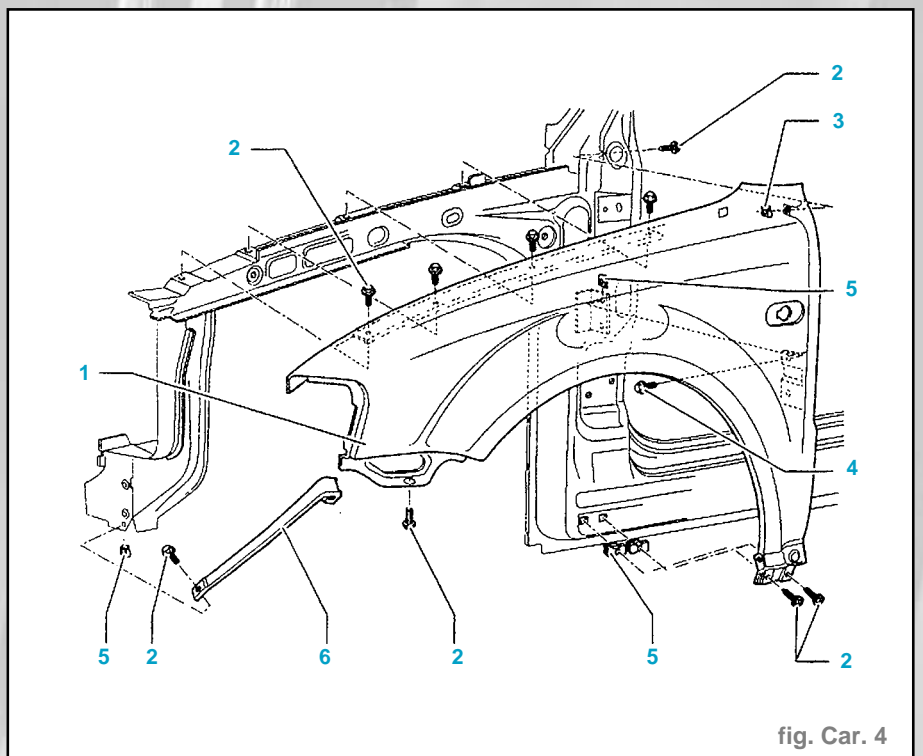

fig. Car. 4
- Déposer les fixations (2), (3), (4), (5) et (6) (fig. Car. 4).
- Chauffer l'aile au niveau du montant A à l'aide d'une soufflante d'air chaud et décoller l'aile AV (1).